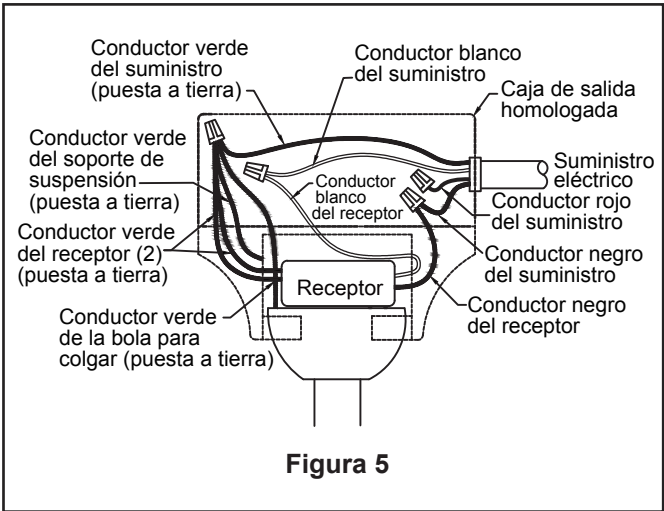

Figura 5
- ☐ 5. Pase los cables a través de la cubierta de unión del motor, la cubierta para el tornillo del capuchón y el capuchón de techo. (Figura 5)
4. Una vez realizadas las conexiones, los cables deben ser colocados de forma extendida poniendo el conductor de la toma de tierra y el conductor de toma de tierra del equipo a un lado de la caja, colocando el conductor sin toma de tierra en el otro lado de la caja. gire los conductores hacia arriba y, con cuidado, colóquelos dentro de la caja de salida; con los conductores blancos y verdes hacia un lado y los conductores negros hacia el otro. (Figura 5)
☐ 7. Para configurar el código del mando a distancia a las mismas posiciones que en el receptor. Mueva los interruptores de código hasta colocar el código de selección en la posición arriba o abajo. Con un destornillador pequeño o con una lapicera (no se incluye) deslice firmemente hacia arriba o hacia abajo. (Figura 5)